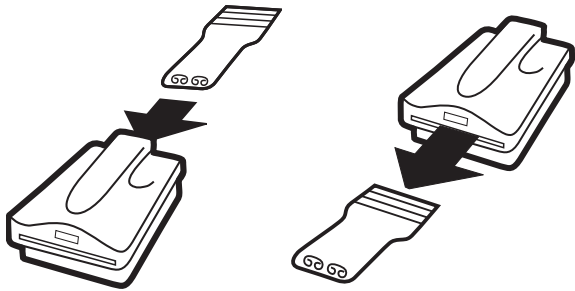

Abbildung 5
3. Das Reinigungszubehör von der Rückseite der Einheit aus einsetzen und ganz nach vorn durchziehen (siehe Abbildung 5).